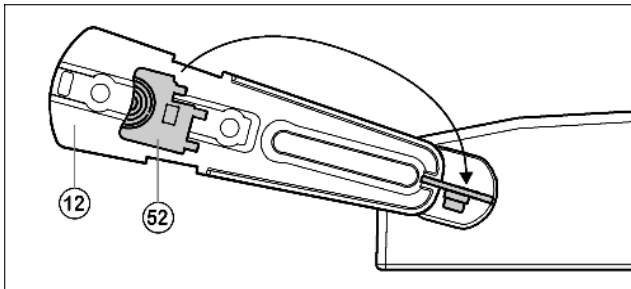

Fig. 11
► Отсоедините входящий в объем поставки шаблон Fig. 11 (52) от опорного кронштейна и заблокируйте им опорный кронштейн Fig. 11 (12) и втулку от поворота.